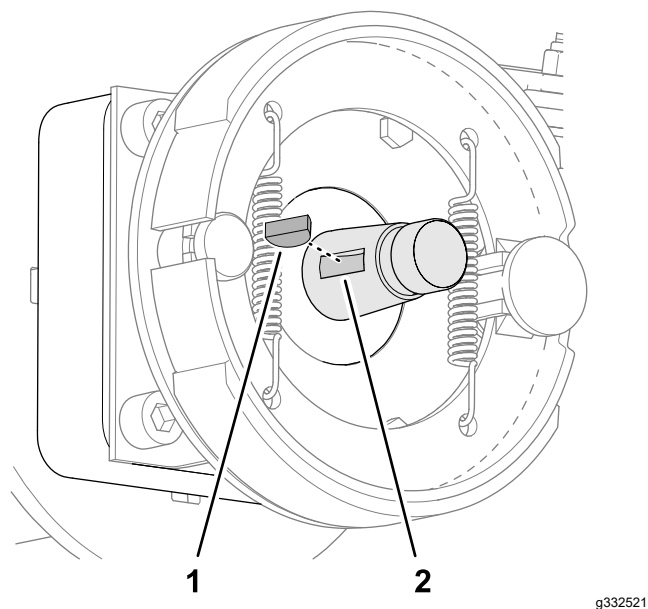

Figure 67
5. Retirez la clavette demi-lune de l'arbre du moteur de roue (Figure 67).